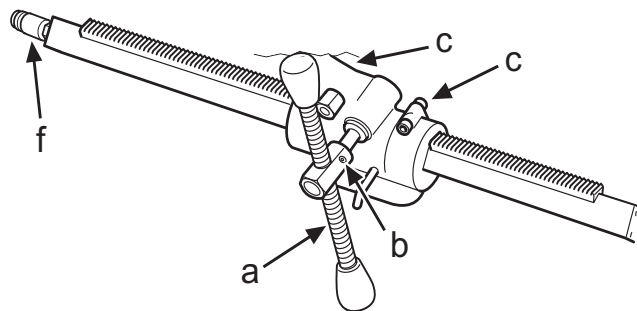

Fig.10
- För att flytta matarspaken (a) till motsatt sida lossa låsskruven (b) 6 mm insex fäste (Fig. 10).
- Glappet mot borrhjälaren kan justeras till ett minimalt spel med hjälp av 2 st skruvar (c) (Fig. 10).
- For at flytte fremføringsgrebet (a) til den modsatte side løsnes låseskruen (b) 6 mm unbrako (Fig. 10).
- Sløret mod boresøjlen kan justeres til et minimum ved hjælp af to skruer (c) (Fig. 10).
- For å flytte materspaken (a) til motsatt side løsnes låseskruen (b) 6 mm umbrakofeste (Fig. 10).
- Klaringen til borsøylen kan justeres til en minimal klaring ved hjelp av 2 stk. skruer (c) (Fig. 10).